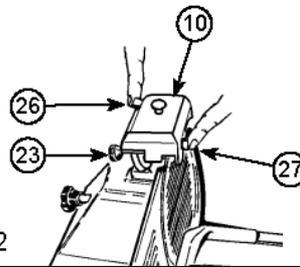
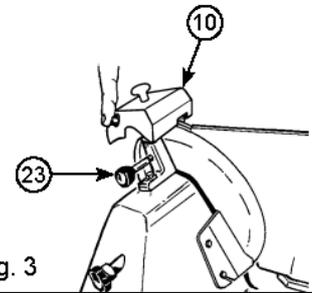

Fig. 2
Fig. 3
- Senken Sie die Schärfer-Gruppe (10), bis sie eingerastet ist. Sichern Sie die Gruppe, indem Sie den Verriegelungsknopf (23) drehen. Siehe Abbildung 2.
- Drücken Sie auf den Knopf (26), und lassen Sie die Klinge 1 Minute lang drehen. Wenn die Klinge still steht, überprüfen Sie, ob sich ein Grat am Rand geformt hat.
- Nachdem sich die Präsenz des Grats bestätigt hat, machen Sie den Schalter (5) an und drücken Sie sanft auf die Taste (27) für ungefähr 3 Sekunden, um den während des Schleifvorgangs entstandenen Grat zu entfernen. Drehen Sie den Drehknopf (6) zurück in die "0" Position.
- Nach dem Schleifen, ziehen Sie die Schärfer-Gruppe (10) zurück in die Ausgangsposition, siehe Abbildung 3. und reinigen Sie den Rand der Klinge und die Räder mit Alkohol.